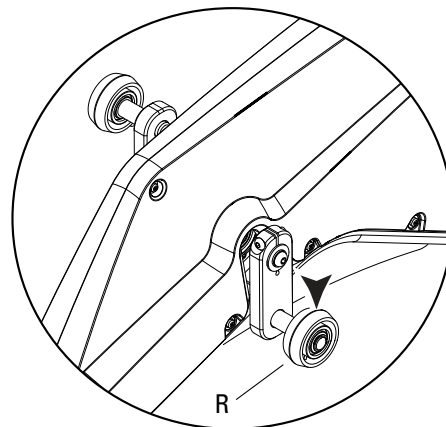

Figure 6a
6-1 Faites pivoter le bras de la manivelle jusqu'à ce que le rouleau (R) soit à sa position la plus basse (Figure 6a).